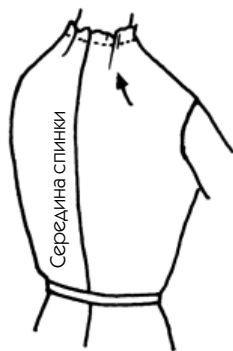

Рис. 49
9. Горловина спинки слишком широка (рис. 49).